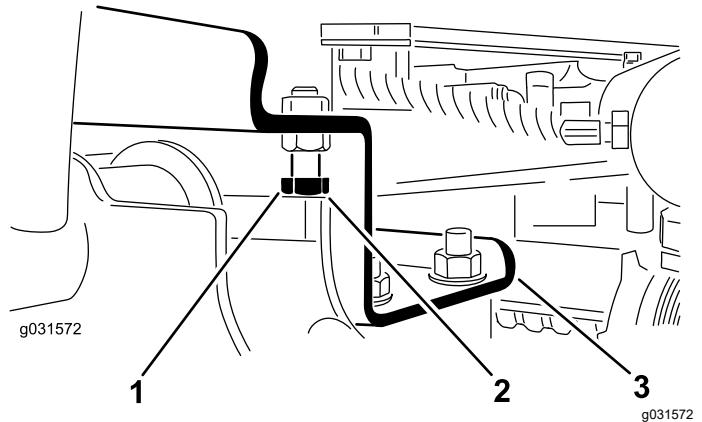

Bild 13
- A. Drehen Sie die Anschlagschrauben heraus (Bild 13).
2. Stellen Sie sicher, dass der Abstand zwischen jedem Hubarm und der Anschlagschraube zwischen 0,13 mm und 1,02 mm liegt, siehe (Bild 13).